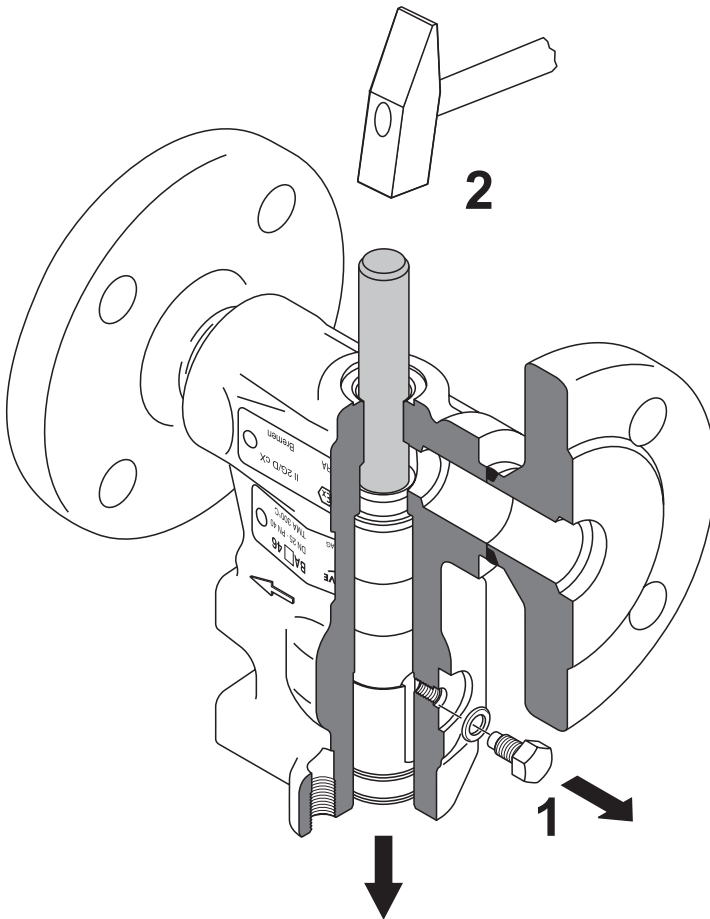

Fig. 14
7. Innenteile **F** bis **J** mit einem Messingdorn $d = 14,8$ mm herausschlagen. **Fig. 14**
9. Innenteile **F** bis **J** mit einem Messingdorn $d = 14,8$ mm herausschlagen. **Fig. 14**